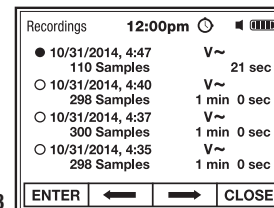

Fig. 13
- Desde el Menú de Grabaciones (Fig. 4), seleccione e INGRESE Grabaciones Guardadas (Fig. 13).